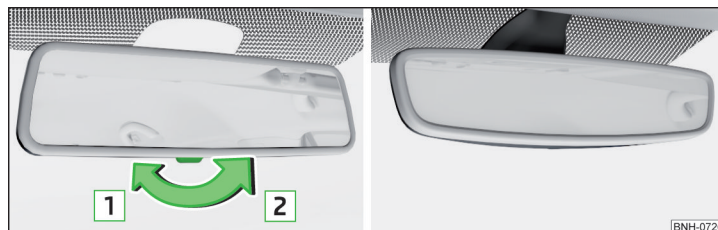

Abb. 66 **Innenspiegel: mit manueller Verdunkelung / mit automatischer Verdunkelung**
**Spiegel mit manueller Verdunkelung** > Abb. 66
Die Spiegelverdunkelung » Abb. 66 wird nach dem Motorstart automatisch gesteuert.